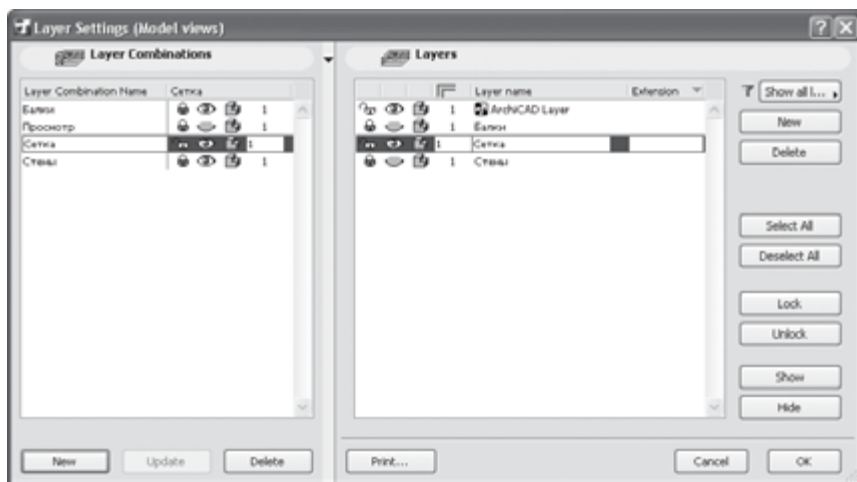

Рис. 7.4. Результат создания комбинаций слоев
8. Наконец, создайте комбинацию слоев Сетка, отключив видимость слоев Балки и Стены, разблокировав слой Сетка и включив его видимость. Слои и комбинации слоев настроены (рис. 7.4).